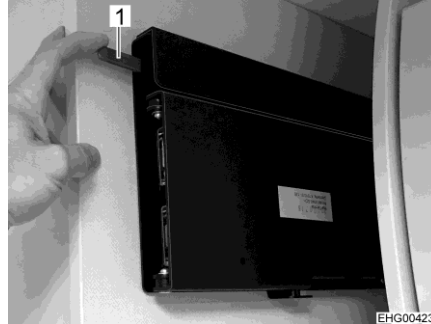
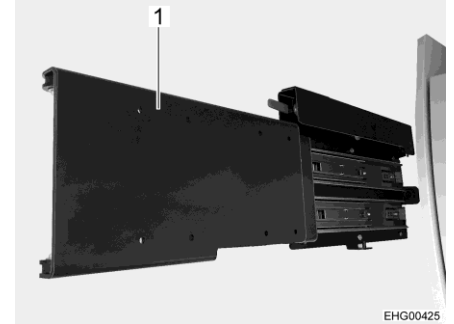

Bild 92 Auszug entriegeln
Bild 93 Auszug (ausgefahren)
- Roten Hebel (Bild 92,1) nach unten drücken und Auszug (Bild 93, 1) herausziehen. Der Flachbildschirm zeigt zum Wohnbereich.